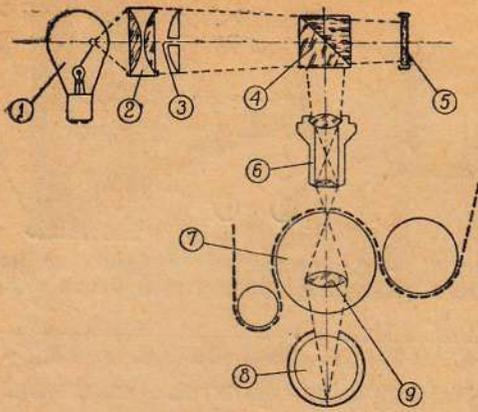

Рис. 3. — Схема оптической части блока «КБ-2»
Оптическая часть блока по конструктивным соображениям несколько изменена в сравнении с существующими ранее (см. рис. 3). Здесь: 1—лампа просвечивания, 2—конденсор и 3—механическая щель. Две сложенные призмы (4) служат для разделения светового потока на два пути.